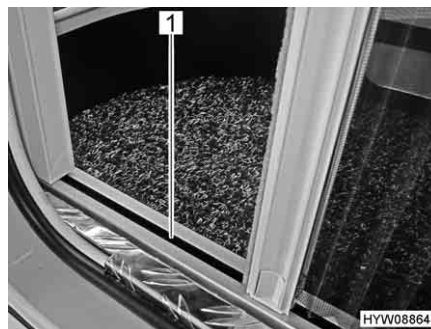

Fig. 53 Guida inferiore della protezione contro gli insetti
- ▷ Durante l'apertura e la chiusura, afferrare la barra di presa con entrambe le mani. In questo modo è possibile limitare la possibilità che la protezione contro gli insetti si inceppi nelle guide (Fig. 53,1).